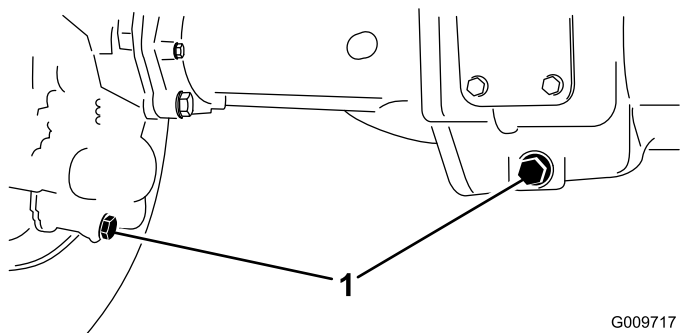

Figura 86
2. Pulite attorno ai 3 tappi di spurgo, 1 per lato ed 1 in centro (Figura 86).